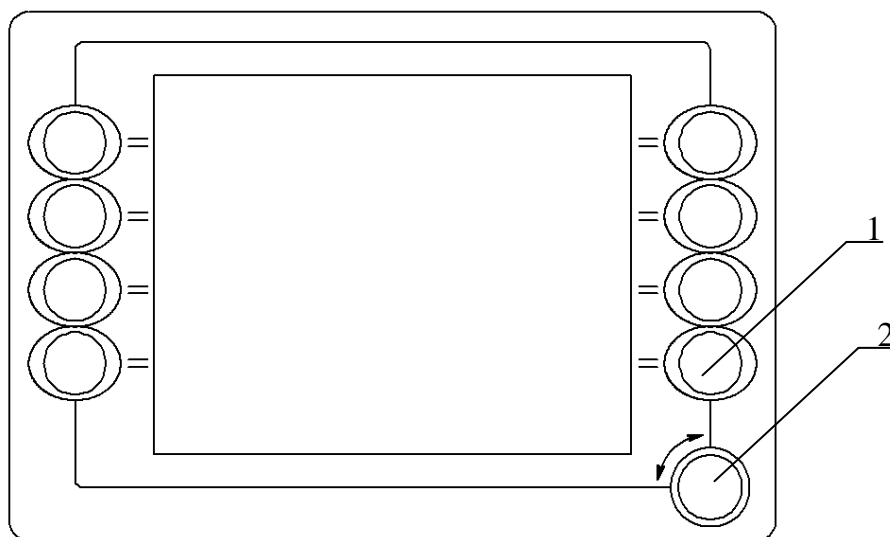

Рисунок 2.7 – Панель оператора
- а) нажать и отпустить кнопку-потенциометр панели оператора (рисунок 2.7, позиция 2): соответствующий параметр будет выделен чёрным цветом;
Ввод нового наименования – с помощью кнопки-потенциометра панели оператора (рисунок 2.7, позиция 2).
- а) нажать и отпустить кнопку-потенциометр панели оператора (рисунок 2.7, позиция 2), что вызовет мигание первого символа в поле нового наименования крана;
- а) вращая кнопку-потенциометр панели оператора (рисунок 2.7, позиция 2) выбрать требуемую операцию. Выделяется соответствующий порядковый номер операции. Все операции выполняются последовательно согласно их порядковым номерам;